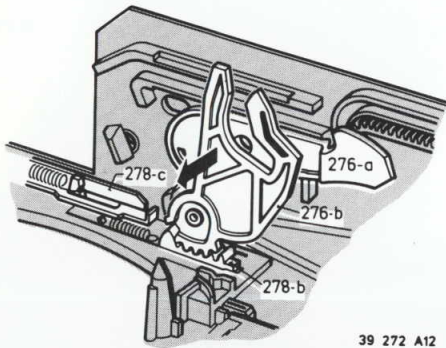

Fig. 3-1-23
- Inrijring naar links verdraaien totdat de schuif pos. 278 naar achter geschoven kan worden, waarvan de liftaandrijfhefboom in verticale stand gebracht wordt, en de hefboom naar links uitnemen (Fig. 3-1-23).